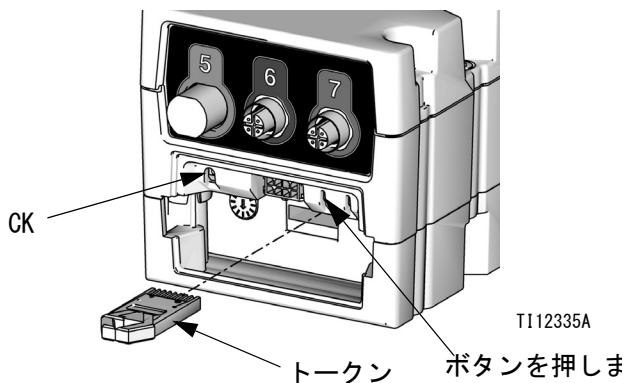

図 51: トークンの挿入
4. ~秒まで 図 51 に示されたボタンを押し続け、次に離して下さい。赤の表示灯 (CK) が、新しいソフトウェアが完全にロードされるまで点滅します。